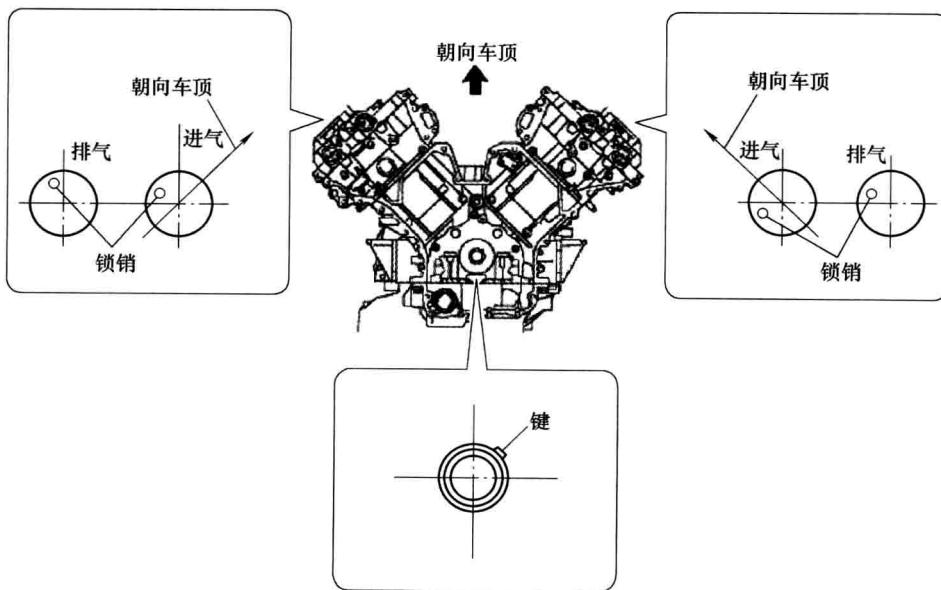

图1-7 旋转曲轴调整正时齿轮键位置
- ① 暂时安装曲轴带轮螺栓。
- ② 旋转曲轴使正时齿轮键位于如图1-7所示位置。